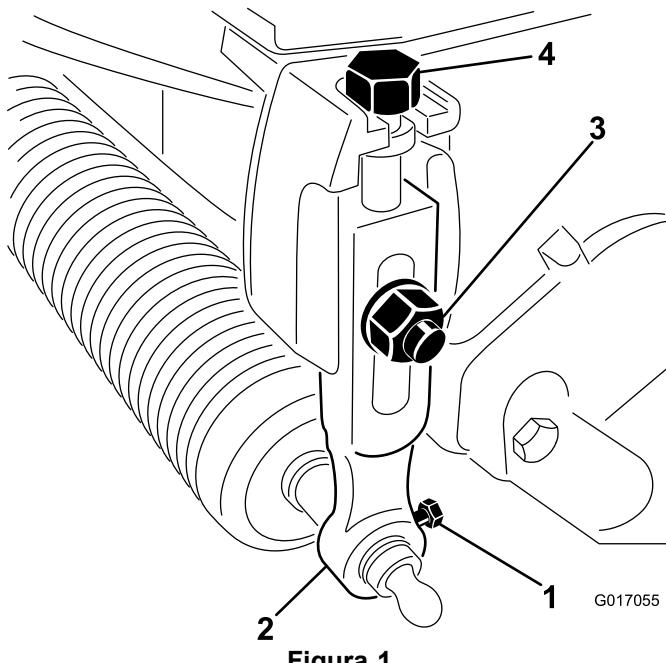

Figura 1
- Allentate le viti che fissano ciascuna estremità del rullo anteriore ai bracci dell'altezza di taglio (Figura 1).
- Rimuovete i bulloni della lama, le rondelle e i dati di bloccaggio che fissano i bracci dell'altezza di taglio a ciascuna delle estremità dell'apparato di taglio (Figura 1). Rimuovete i bracci dell'altezza di taglio e il gruppo dei rulli.
- Rimuovete le viti di regolazione dell'altezza di taglio dai bracci dell'altezza di taglio (Figura 1).